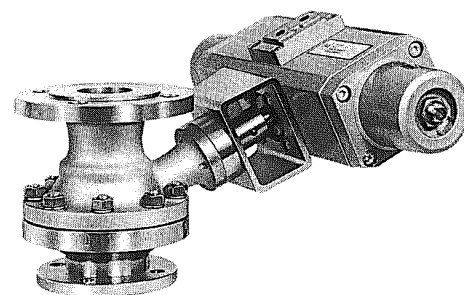

Fig. 1 · Vanne de fond de cuve type 22-1
**Type 22-1** (fig. 1) · Vanne de fond de cuve avec servo-moteur pneumatique ROTADISK, à simple ou double effet.